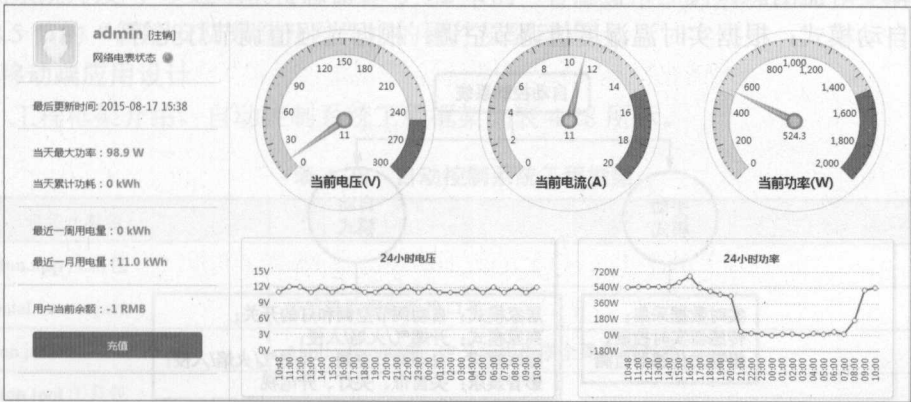

图 4.59 无线抄表网页端设计效果图
(1) 根据实际硬件平台修改代码中传感器节点的 IEEE 地址、智云服务器地址（若在局域网内使用，则设置为智云 Android 开发平台的 IP）和智云 ID/KEY。
(2) 电脑接入到互联网，或与智云 Android 开发平台设备在同一个局域网内。用谷歌浏览器（或支持 HTML5 技术的 IE10 以上版本浏览器）运行 Web 工程“SmartMeter-Web\SmartMeter.html”，进入无线抄表系统界面，在左侧栏的上方会显示当前余额，也可以单击“充值”按钮进行余额充值，在左侧栏的下面会实时地显示当前温湿度值，在右侧栏的上方显示当前电流、电压和功率，在右侧栏的下方显示历史消费记录（月度用电量），如图 4.59 所示。